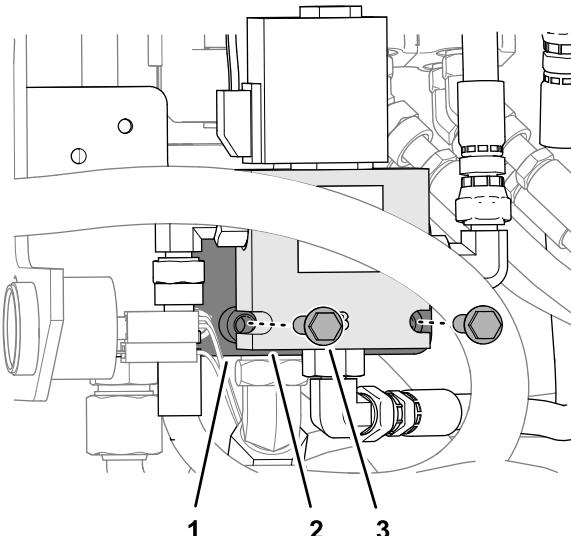

Figure 31
1. Alignez les crans dans le corps de la vanne d'activation de déplacement sur les tubes de support filetés du support de la vanne à faible débit (Figure 31).